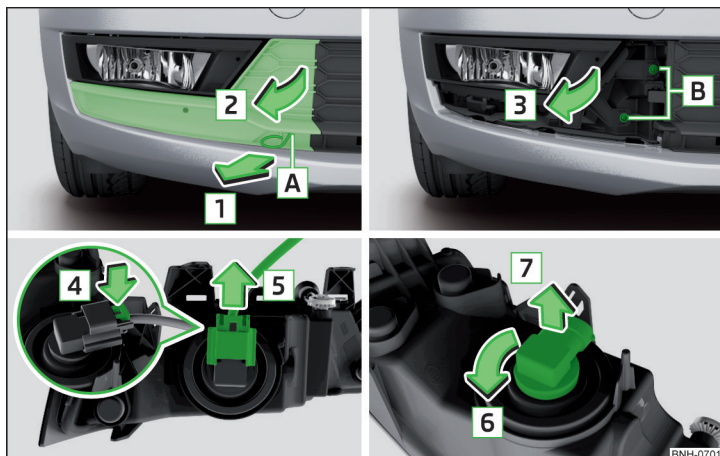

Fig. 276 Demontarea farului de ceață / înlocuirea becului
- ▶ Introduceți brida pentru extragerea capacelor integrale de roată în degajarea **A** » fig. 276.
- ▶ Introduceți farul de ceață în sens contrar săgeții **3** » fig. 276 și înșurubați-l.